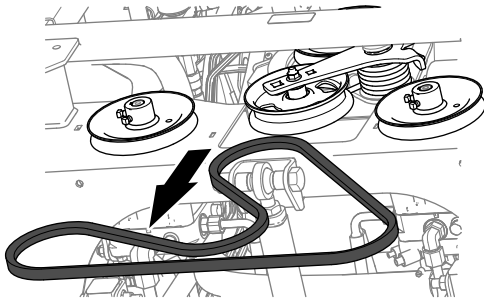

Figura 91
3. Retire la correa de las poleas (Figura 91).